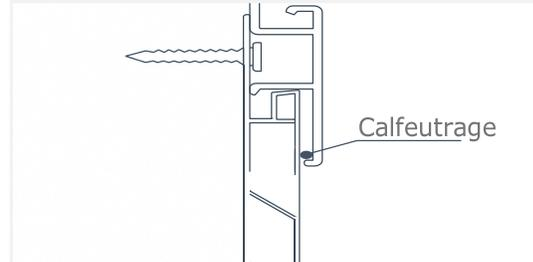

Fig. 24
2. Si l'installation se trouve dans un espace où l'air circule beaucoup, appliquez un cordon de silicone à l'intérieur de la saillie inférieure du panneau SlatWall à l'endroit où il rencontre le panneau pour murs et plafonds (Fig. 24). Cela permet au panneau de rester fixé en place. Cette étape est facultative.